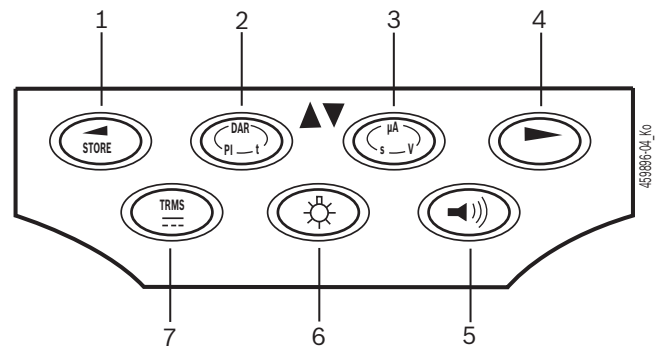

Fig. 3: Teclas de função FSA 050
A retroiluminação da tela LCD pode ser selecionada com o FSA 050 ligado (Fig. 3, pos. 6). A retroiluminação se desliga automaticamente após 20 segundos.
O besouro (Fig. 3, pos. 5) pode ser ligado para a medição da passagem. O símbolo surge na tela LCD (Fig. 5, pos. 4).
! Durante uma comunicação Bluetooth, depois de premissa a tecla de seleção ► (Fig. 3, Pos. 4), surge na tela LCD a indicação **bt** durante aprox. um segundo (Fig. 5, Pos. 2).